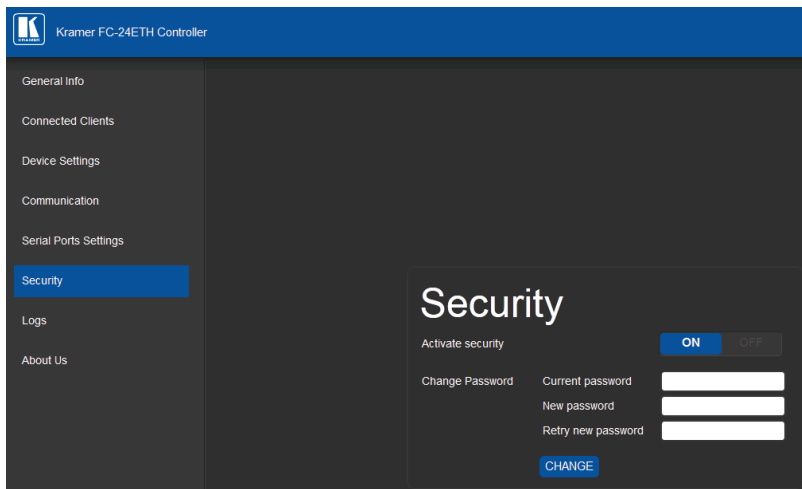

Рис. 22. Страница включенного режима безопасности
5. Дождитесь перезагрузки веб-страниц и щелчком перейдите на страницу Security. Страница принимает вид, показанный на рис. 22.